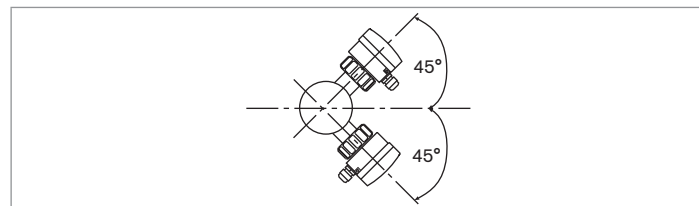

Bild 8: Montagewinkel des Transmitters in Bezug zur Rohrleitung
- den Sensor vorzugsweise in einem Winkel von 45° in Bezug auf eine Horizontale, die in der Rohrleitung zentriert ist, installieren, um Ablagerungen auf den Elektroden und Messfehler aufgrund eventueller Luftblasen zu vermeiden (siehe *Bild 8*).